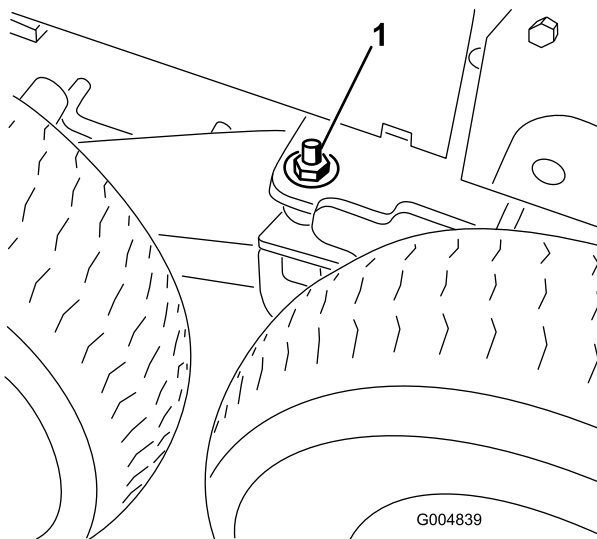

Figura 53
15. Retire la arandela plana (1/2 pulgada) y la tuerca (1/2 pulgada) instaladas en el espárrago de cada pivote del bogie (Figura 53).